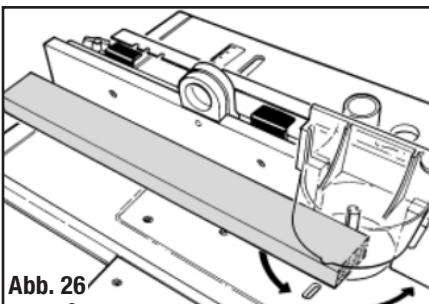

Abb. 26
- Richten Sie mithilfe eines Anschlagwinkels die Rückseite der MDF-Anschlagsleiste auf die Fräzerscheide aus (siehe Abb. 26) und beginnen Sie dann den Frässchritt.